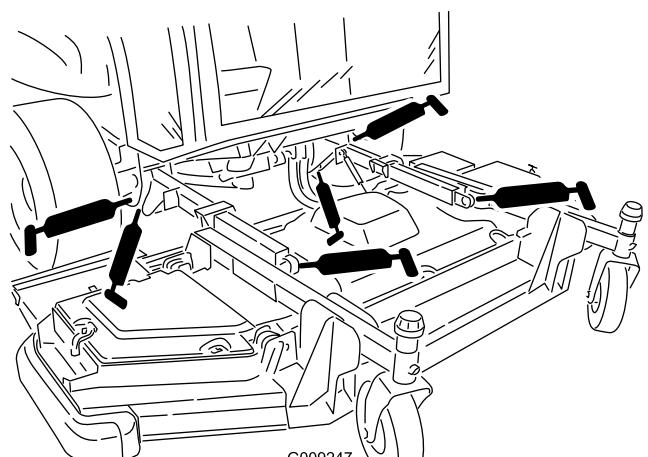

Figura 53
- 2 casquillos del brazo de elevación (Figura 53)
- 2 articulaciones esféricas del brazo de elevación (Figura 53)
- 2 pivotes del cilindro de elevación de la carcasa delantera (Figura 53)